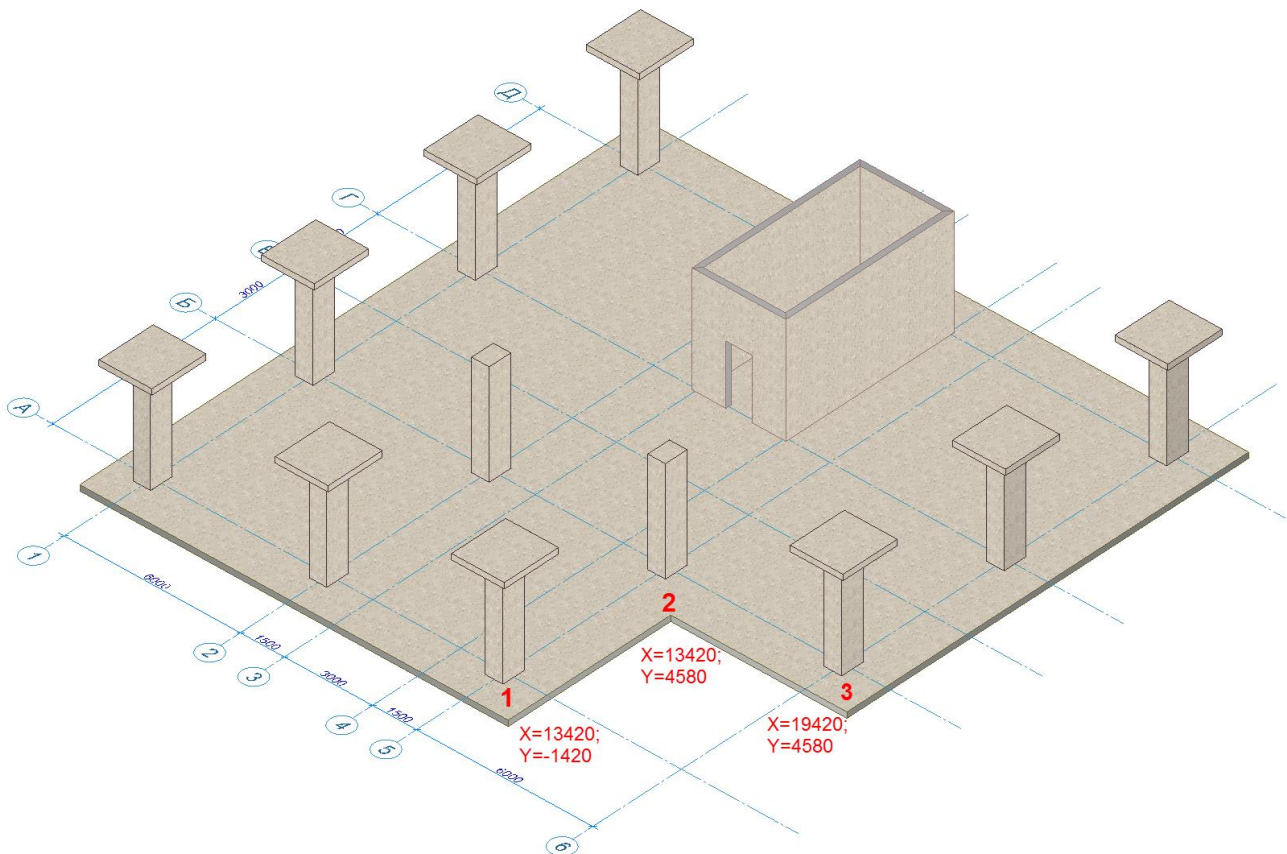

Рис.23.11. Контур плиты после корректировки
- Между созданной вершиной 1 и правым углом плиты вставьте вершину 2 с координатами (**X=13420, Y=4580**) (рис.23.11).